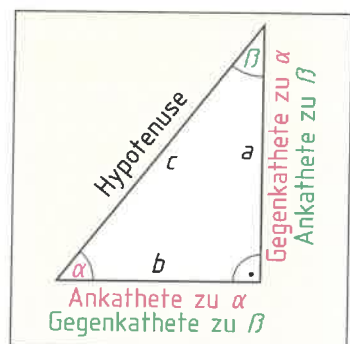

Bild 4: Seiten und Winkel im rechtwinkligen Dreieck
4. Geben Sie für den Winkel α im rechtwinkligen Dreieck (**Bild 4**) die Seitenverhältnisse für die Winkelfunktionen $\cos \alpha$, $\tan \alpha$ und $\cot \alpha$ in der Tabelle an.